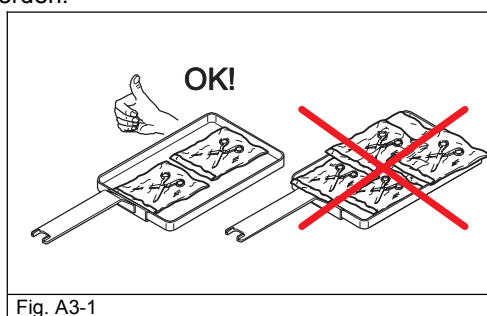

Fig. A3-1
- Bei der Sterilisierung von verpackten Instrumenten, die Beutel nicht übereinander auf den Tablett anordnen (Abb. A3-1).